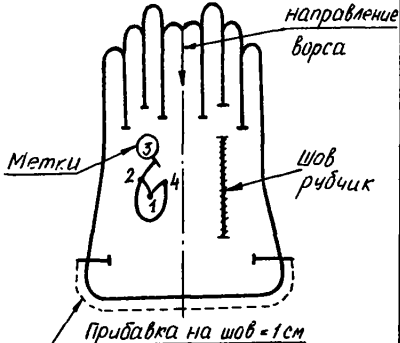

рис. 4
3) Закругленные срезы перчатки приподнимите (рис. 4), проложив со стороны кожи (замши) мелкие стежки почти по краю перчатки.